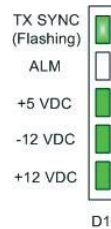

Figura 5.3.1-1. Display de LEDs
1. Utilice un destornillador de punta plana para aflojar los dos (2) tornillos de la portezuela de la Caja de Intemperie Principal.
2. Observe que los tres (3) primeros LEDs verdes de D1 del Procesador de Señal PCB estén encendidos. Observe que el último LED parpadea a aproximadamente 1Hz (una vez por segundo). Use la figura 5.3.1-1 como referencia.
5. Cierre la puerta de la Caja de Intemperie Principal y apriete los dos (2) tornillos de seguridad.
2. Observe la fila de LEDs del Procesador de Señal PCB. Debería estar iluminada como se muestra en la Figura 5.3.1-1. El LED ALM solo es utilizado en la opción 4-20mA. Si se ha realizado el cableado correctamente, el LED ALM debería estar apagado.